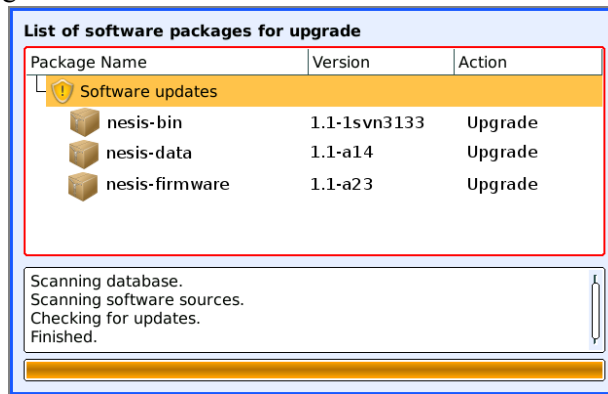

Abbildung 35: Beispiel eines Fensters mit Updates. Die zur Verfügung stehenden Updates werden angezeigt.
2. Durch Betätigen der Taste „Firmware“ erscheint das in Abbildung 35 beispielhaft dargestellte Fenster.